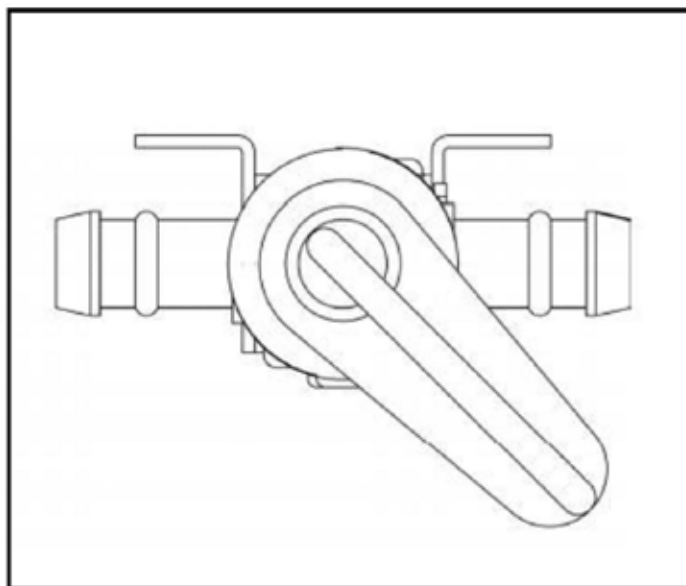

FIGURA 1
1. Mueva la válvula de agua a la posición cerrada para detener el flujo de líquido. pesticida. Figura 1.
1. Flujo de agua: para ajustar el flujo de agua, use la válvula de agua para aumentar el Flujo de agua del tanque. Ver figura 1.